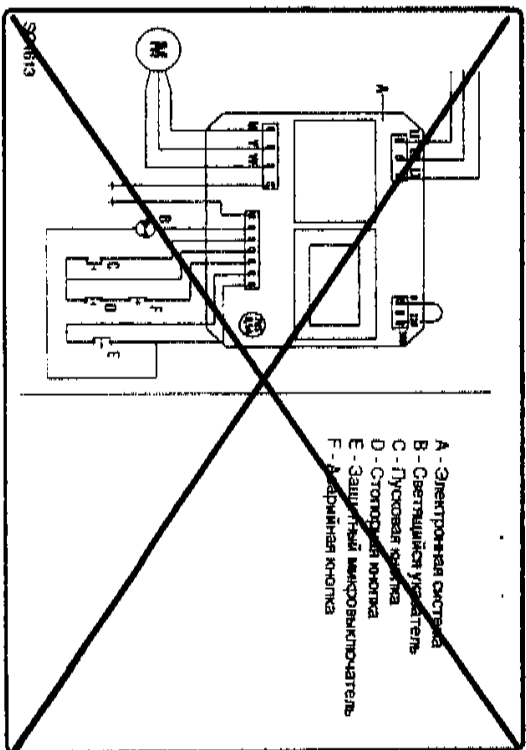

Fig. 2.6.1
2.6.1 - Трехфазная электрическая схема 380 В (рис. 2.6.1)